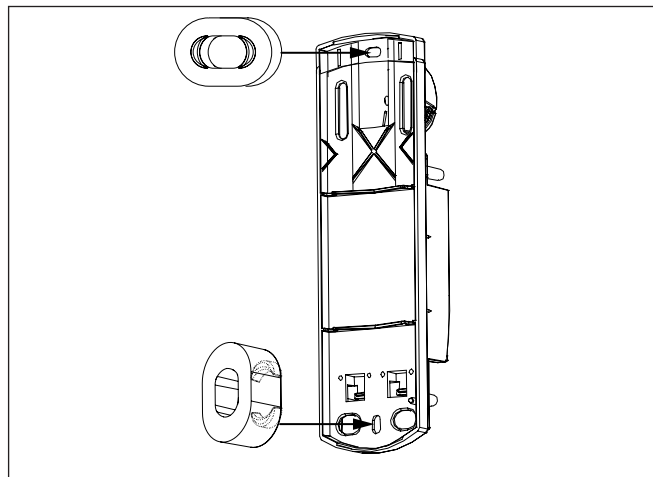

Abb. 2 Einclippen der separaten Abstandhalter ins Schraubloch
- ▶ 2 Abstandhalter für Wand- und Deckenmontage (Abb. 2)
- Für Wand- und Deckenmontage liegen separate Abstandhalter bei. Dies verhindert ein Reißen und Verformen des Kunststoffes (Abb. 2).
- Clipsen Sie einen der beiliegenden Abstandhalter in das Schraubloch ein (waagrecht oder senkrecht, Abb. 2).